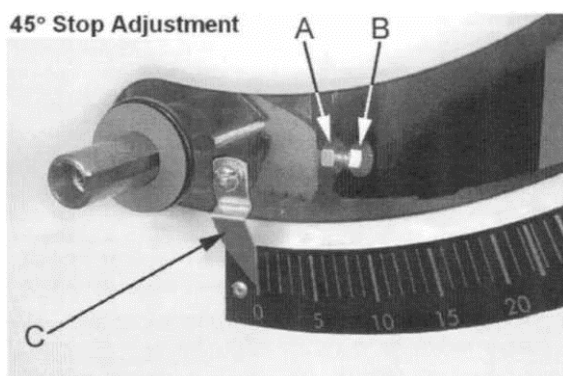

Рис. 21
8. Если пильный диск не под углом 45 градусов к столу, удалите маховик подъёма понижения пильного диска. Ослабьте контргайку (А см. рис. 21) и поверните стопорный винт регулировки (В, рис. 21) на передней цапфе во, внутрь или наружу. Регулировочный винт следует прекратить вращать на переднем кронштейне цапфы, когда пильный диск находится под углом 45 ° к столу.